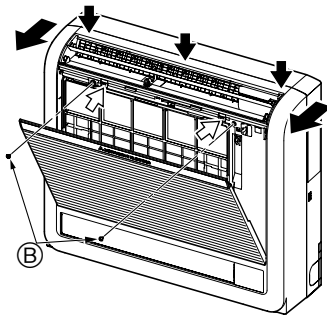
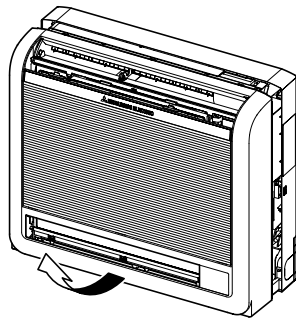

Fig. 3-3
Fig. 3-4
- ① Die von den Pfeilen → angezeigten 2 Positionen eindrücken, um das Frontgitter zu öffnen. (Fig. 3-3)
- ② Das Frontgitter öffnen und die beiden Schrauben entfernen.
- ③ Den horizontalen Flügel für den oberen Luftauslass öffnen, das Kopfende der Frontplatte an drei Stellen nach unten drücken und dann das Gitter am Kopfende von der Innenanlage abziehen.
- ④ Das Frontgitter anheben und entfernen. (Fig. 3-4)